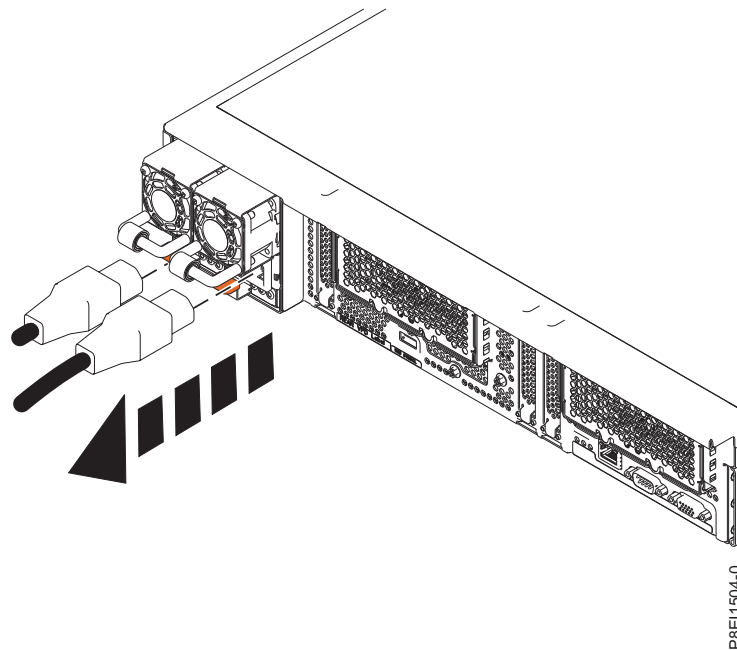

Figura 75. Desconectando o cabo de energia da fonte de alimentação
- a. Etiquete o cabo de energia e, em seguida, tire a fita de velcro para liberar o cabo de energia da alça da fonte de alimentação. Consulte Figura 75.